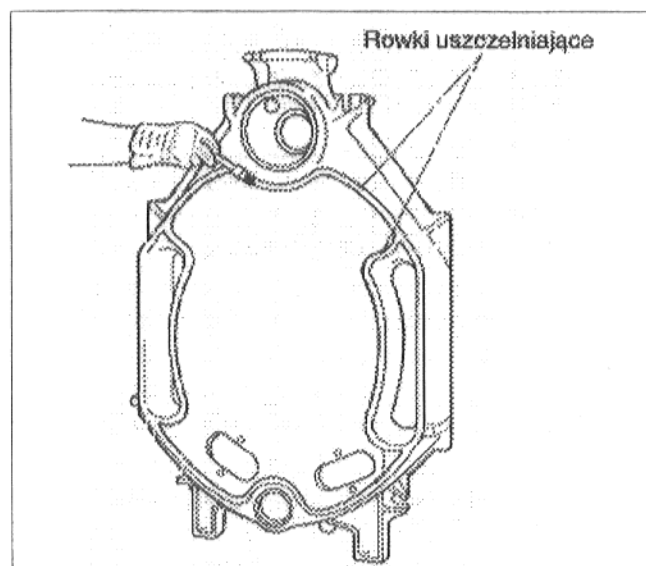

Rys. 8
- Oczyszczyć piasty nasyconą w benzynie szmatką (rys. 8).
- Płaszczyzny uszczelniające piast pokryć minią (rys. 8).